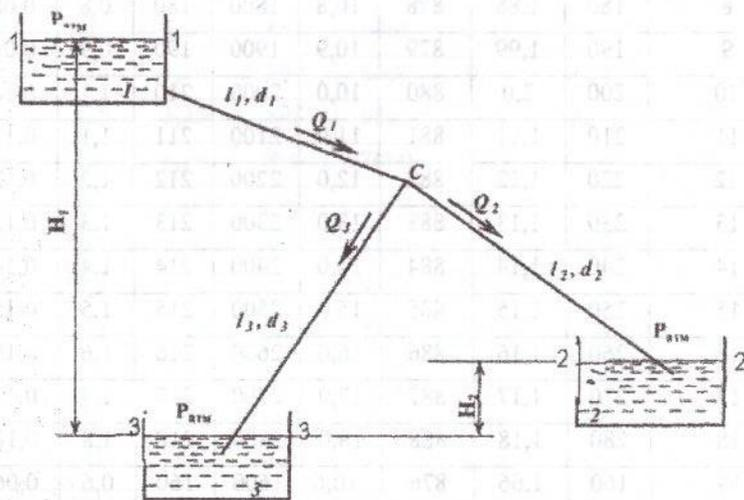

Рисунок 4
**Задача 1.** Резервуары 1, 2 и 3 соединены одинаковыми стальными трубами длиной  $l = 8$  м, диаметром  $d=20$  мм и шероховатостью  $\Delta= 0,1$  мм (рисунок 4). Определить напор воды  $H_1$  в резервуаре 1 и расходы воды, поступающие в резервуары 2 и 3, если разность напоров в этих резервуарах  $H_2 = 3$  м и расход в первой трубе  $Q_1 = 1,2$  л/с. Построить также график потребного напора для первой трубы. Местными потерями напора пренебречь.